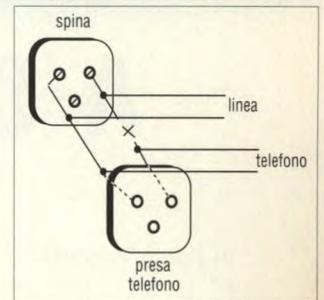
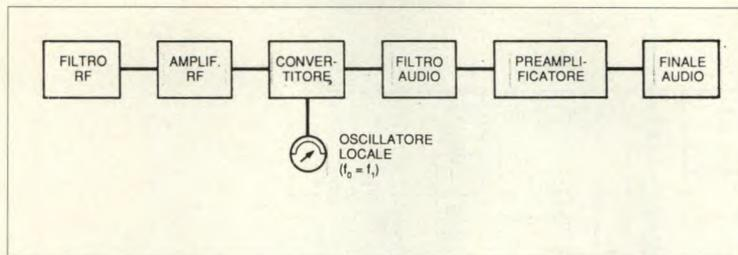

Figura 3. Collegamento del combinatore alla linea telefonica.
Figura 2: Schema a blocchi di un ricevitore a conversione diretta.
radiantistiche in Morse e in SSB. Ciò non significa affatto che non sia possibile anche la rivelazione dei segnali in AM, ma, per ragioni che si vedranno tra poco, in questo tipo di apparecchi è presente un "effetto BFO" che, a meno di non centrare perfettamente la sintonia, fa sì che l'ascolto sia accompagnato da un fischio di battimento. Come illustra lo schema a blocchi di Figura 2, in un ricevitore a conversione diretta l'oscillatore locale lavora alla stessa frequenza del segnale che interessa ricevere e, come tutti gli oscillatori di conversione, deve essere rigorosamente stabile. Per capire meglio come vadano le cose, immaginiamo, aiutandoci con la Figura 3, che pervenga in antenna un segnale USB (a banda laterale superiore) la cui portante,
Figura 3: Rappresentazione grafica della ricezione in conversione diretta: (a) di un segnale in banda laterale superiore (USB); (b) di un segnale Morse (CW); (c) di un segnale USB con oscillatore locale dissintonizzato.